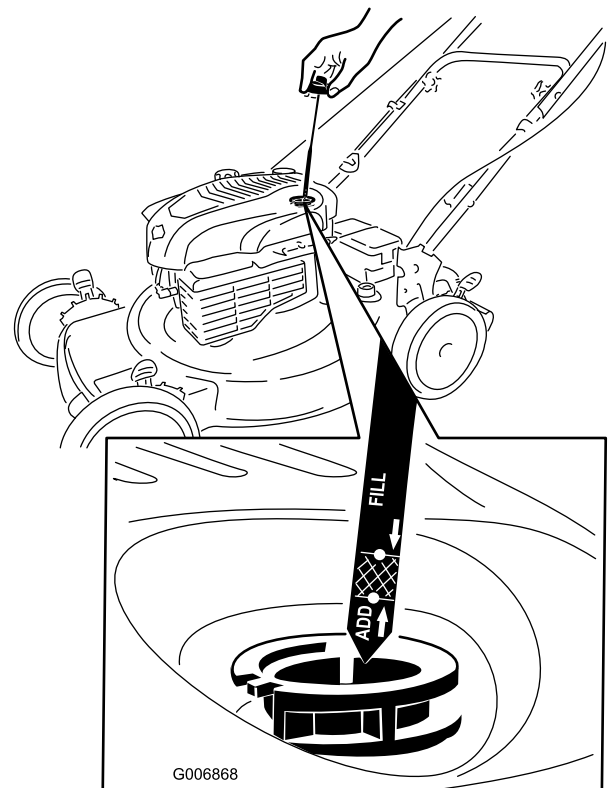

Figura 13
1. Retire la varilla, límpiela, y vuelva a colocarla (Figura 13).
2. Retire la varilla y compruebe el nivel de aceite (Figura 13). Si el nivel de aceite está por debajo de la marca "Add", vierta **lentamente**